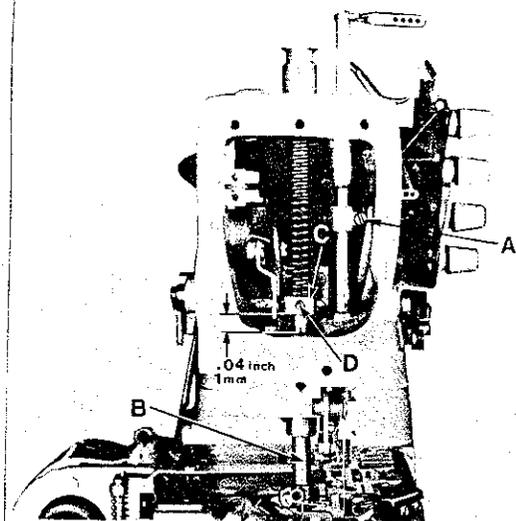
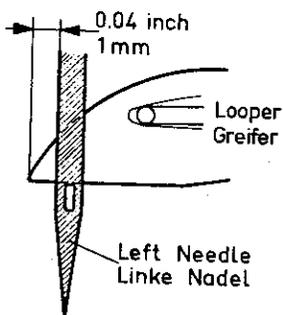

Fig.11
Fig.13
2. Aflojar el tornillo (A, Fig. 11) y girar la barra de aguja hasta que las agujas estén centradas en la plancha de aguja.
3. Apretar de nuevo el tornillo (A, Fig. 11).
La altura de la barra es correcta cuando la punta del looper en su recorrido de derecha a izquierda está a $1\text{mm} = .040"$ a la izquierda de la aguja izquierda (Fig. 13) y la parte superior del ojo de la aguja está nivelada con la parte inferior del looper como se muestra en (Fig. 13). Para este ajuste, afloje tornillo (A, Fig. 11) y mover la barra de aguja lo necesario.